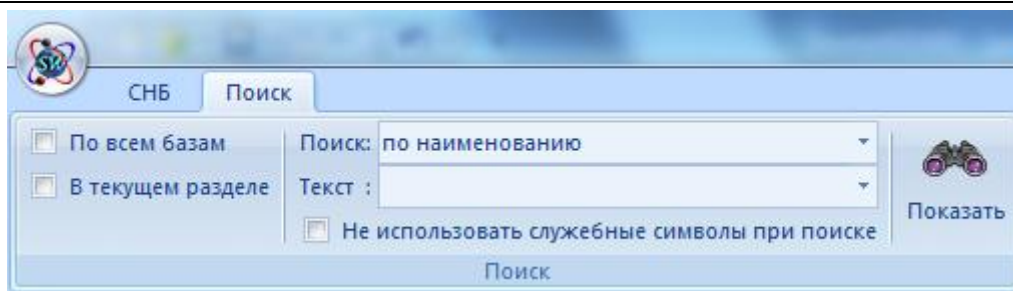

Рис. 2.15 Вкладка Поиск
2. Перейти на вкладку **Поиск** (рис. 2.15).